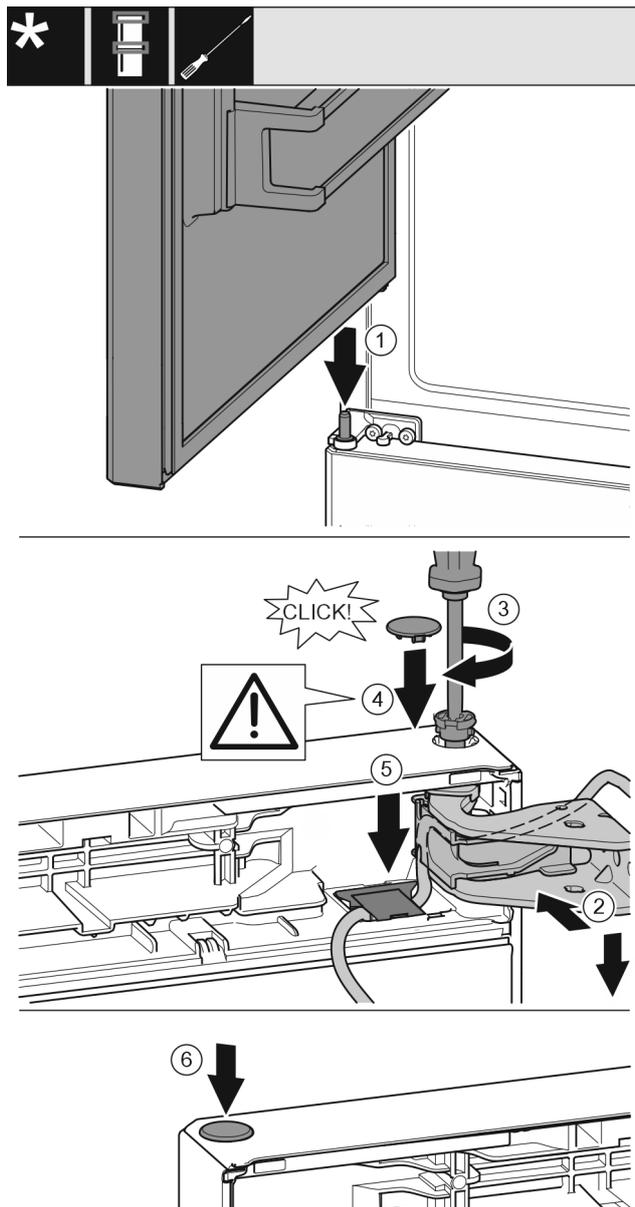

Fig. 30
- ▶ Mettere la porta superiore sul perno di supporto centrale. Fig. 30 (1)
- ▶ Allineare la porta in alto all'apertura nel blocco di supporto. Fig. 30 (2)
- ▶ Inserire i perni e serrare con il cacciavite T15. Fig. 30 (3)
- ▶ Montare la copertura di protezione della porta: inserire la copertura di protezione e controllare se appoggia sulla porta. Altrimenti inserire completamente il perno. Fig. 30 (4)
- ▶ Inserire la copertura e premerla verso il basso fino all'innesto. Fig. 30 (5)
- ▶ Inserire i tappi. Fig. 30 (6)